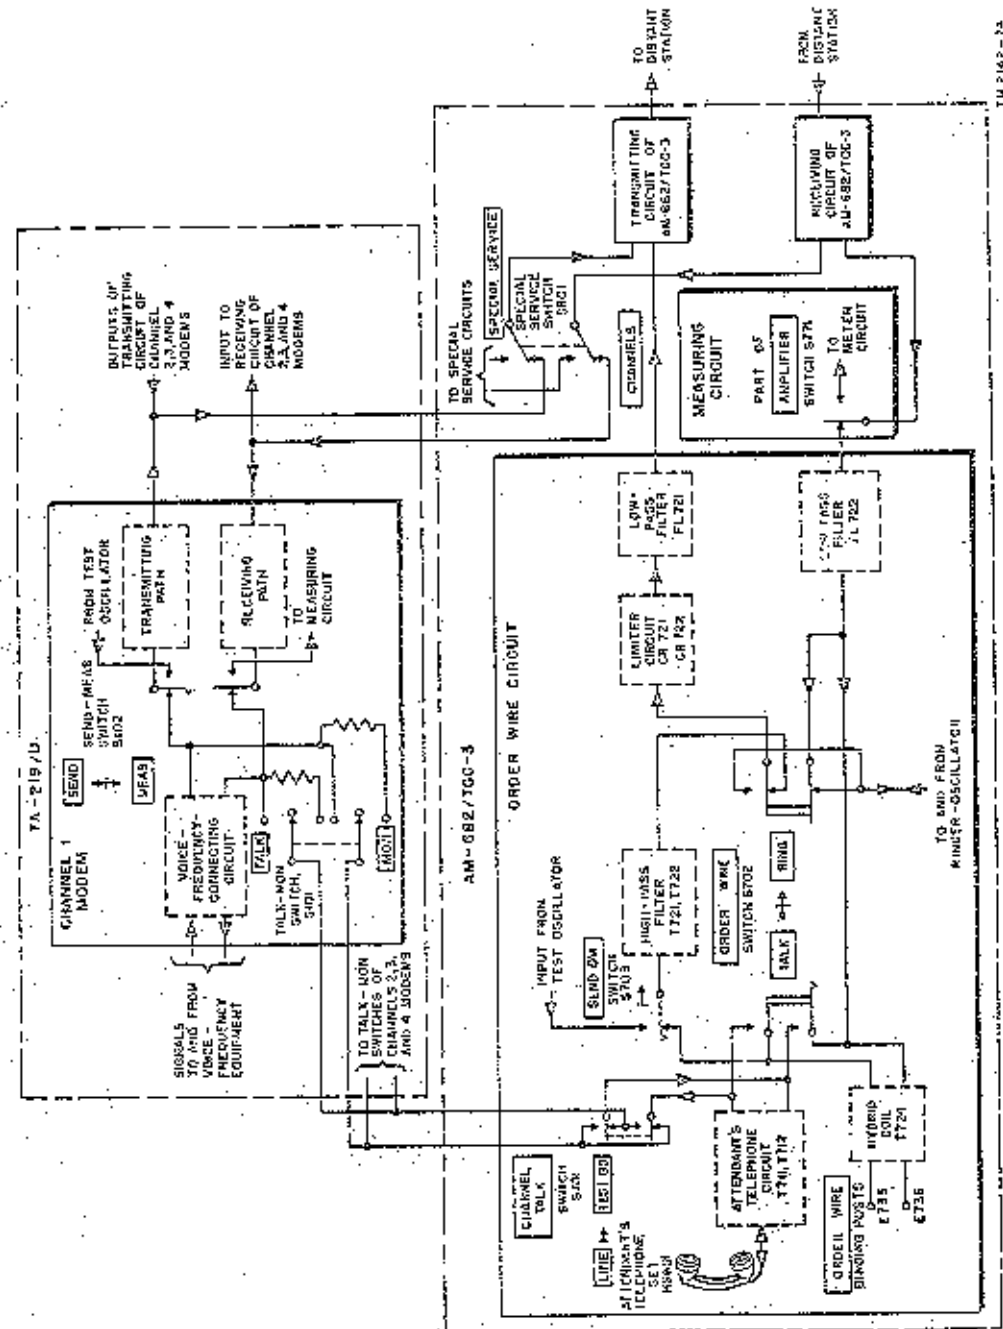

Fig. 35 Schema a blocchi del canale di servizio
a) Schema a blocchi del canale di servizio per comunicazioni dirette con l'operatore corrispondente (fig.35)